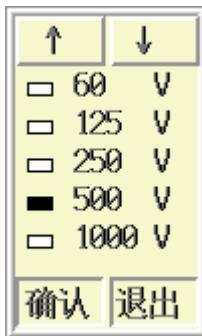

图 3.11 选择发射电压
操作：可以直接用③、④键来修改，也可以按确认键调出发射电压选择界面（如图 3.11 所示）进行选择。